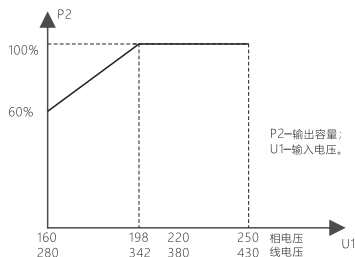
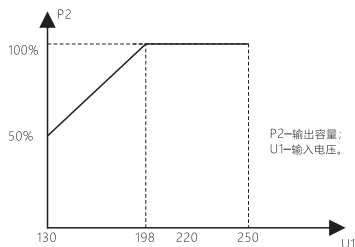

图1 输入电压范围为单相（160V~250V）
图2 输入电压范围为（130V~250V）
4.2.1 输出容量与输入电压的关系见图1和图2。
4.2.3 当输入相电压低于198V时, 产品的输出容量应参照图1和图2按比例降容使用。
7.2.2 当单相稳压器输入的电源电压低于198V、三相稳压器输入的电源电压低于342V时，必须按4.2和图1、图2的要求按比例减小负载使用。
7.2.3 使用110V输出时，最大容量仅为额定容量的50%，当输入电压低于198V时也应参照图1、图2按比例减小负载使用。